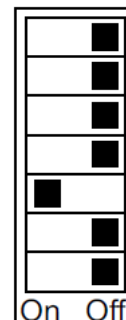

Figura 15. Dirección Profibus de dispositivo 2
(3) Par el segundo equipo variador de frecuencia se debe asignar la dirección número 4 (ver Figura 15).